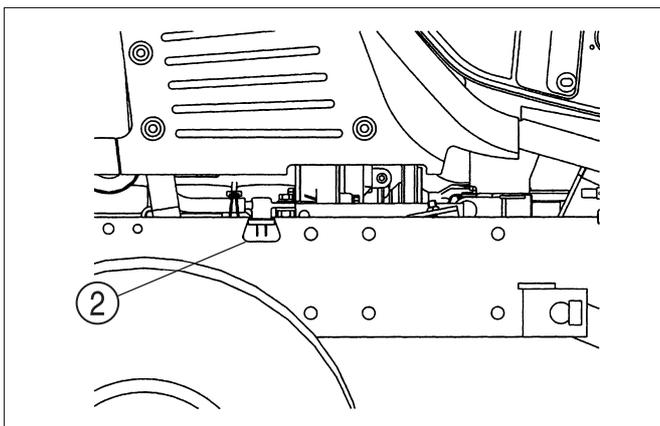

FIG. 66
**FIG. 66** : Le robinet de vidange ②, permet de vider le liquide de refroidissement du bloc-cylindres et du radiateur. Le robinet de vidange se trouve sur le côté gauche du moteur. Le liquide de refroidissement devra être remplacé s'il est contaminé par de la rouille ou de la boue. Desserrer le bouchon du radiateur facilitera la vidange.